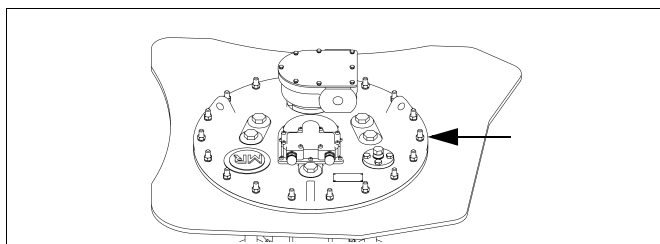

рис. 121
24) Прикрутите головку устройства ПБВ к монтажному фланцу с помощью шайб и гаек (Md = 35+5 Нм, рис. 121).